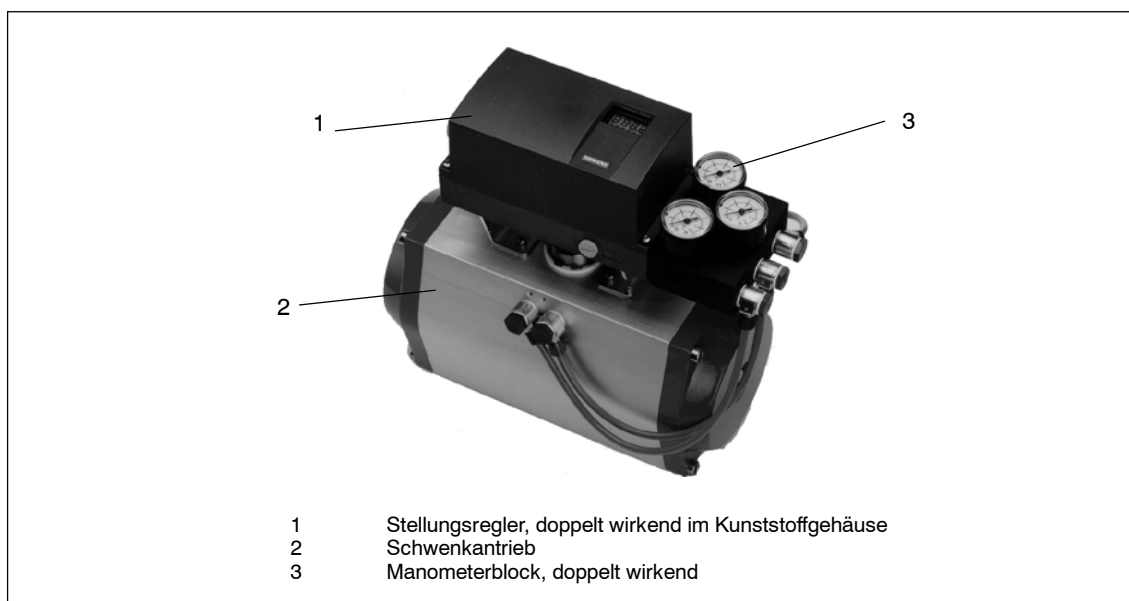

Bild 1-2 Stellungsregler angebaut an **Schwenkantrieb** (doppelt wirkend)
- mit Schwenkantrieb VDI/VDE 3845 (Bild 1-2, Seite 15)